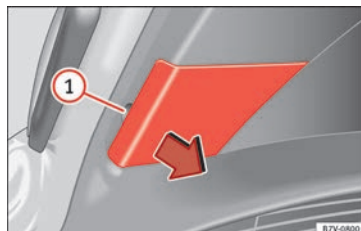

Fig. 111 Dans le hayon arrière : retirer le cache.
2. Retirez le cache avec soin en faisant levier avec la partie plate du tournevis de l'outillage de bord (» fig. 100) au niveau de l'évidement » fig. 111 ①.